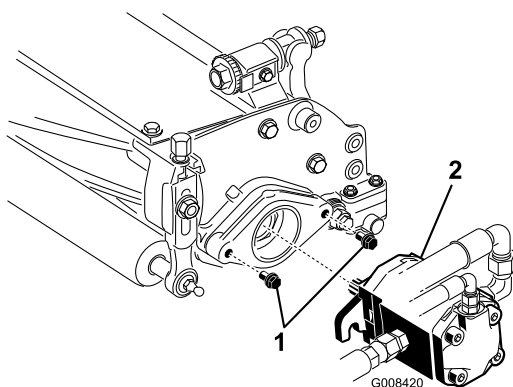

Figura 18
- Coloque los tornillos de montaje del motor de tracción del molinete en cada unidad de corte. Deje expuesta 1/2 pulgada (13 mm) aproximadamente de rosca en cada tornillo de montaje (Figura 18).
- Recubra de grasa limpia el eje del motor e instale el motor girándolo en el sentido de las agujas del reloj de manera que las bridas del motor no choquen con los pernos. Gire el motor en el sentido contrario a las agujas del reloj hasta que las bridas se enganchen en los pernos (Figura 18).
- Apriete los pernos de montaje (Figura 18).